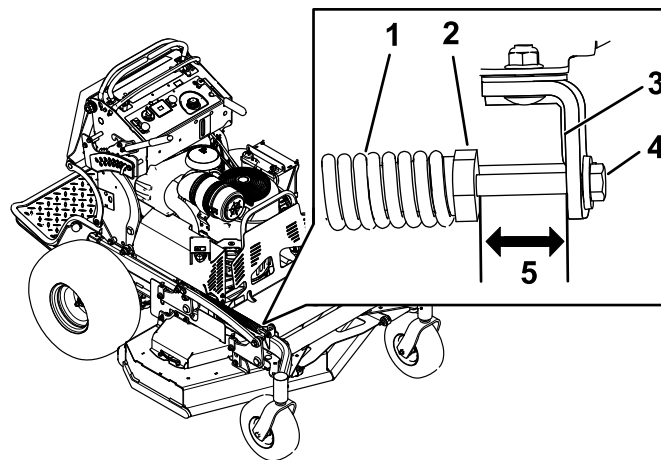

Figure 99
2. Vérifiez la distance entre l'écrou de ressort et l'arrière du support soudé (Figure 99).
3. La distance doit être de 51 mm pour les plateaux de 122 cm/132 cm et de 38 mm pour les plateaux de 152 cm, comme montré à la Figure 99.
4. Le cas échéant, réglez la distance en ajustant le boulon à l'avant du support de fixation (Figure 99).